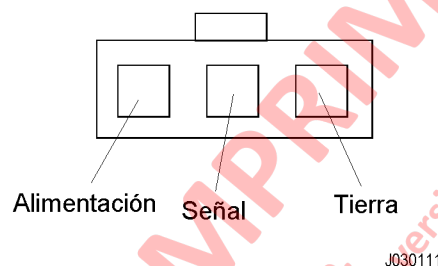

FIGURA 3-25. CONECTOR DEL POTENCIÓMETRO
2. Conecte el conductor positivo de la fuente de poder de 10 voltios al terminal de ALIMENTACIÓN en el conector del potenciómetro, como se muestra en la Figura 3-25.
3. Conecte el conductor negativo de la fuente de poder de 10 voltios al terminal de TIERRA en el conector del potenciómetro, como se muestra en la Figura 3-25.